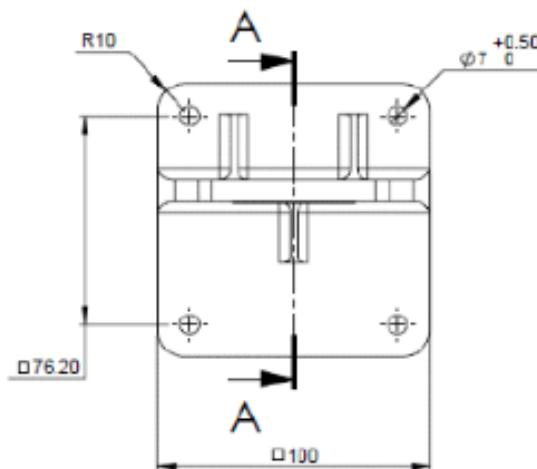

Рисунок 1: Основание наклонной крепежной базы - вид сзади
- Поместите наклонное крепление (рис. 1) в указанное местоположение и закрепите его четырьмя винтами через четыре отверстия диаметром 0,28 дюйма (7 мм). В наклонном креплении находятся четыре невыпадающих винта с пружинными шайбами. На следующем рисунке показано расположение четырех отверстий для винтов и шайб.